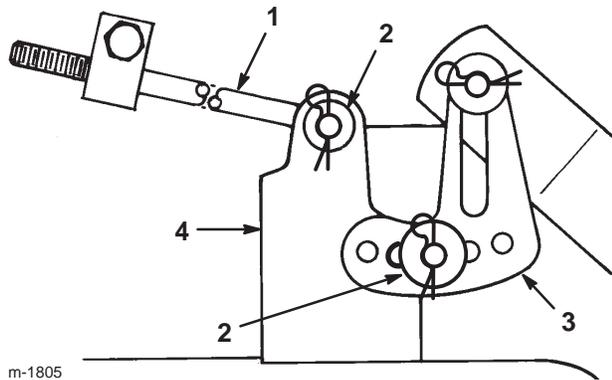

Figure 40
13. Glissez l'extrémité de la longue tige dans le trou du support du plateau (Fig. 40)
15. Montez la patte de mise à niveau du plateau de coupe sur l'axe du bras de hauteur de coupe (Fig. 40).